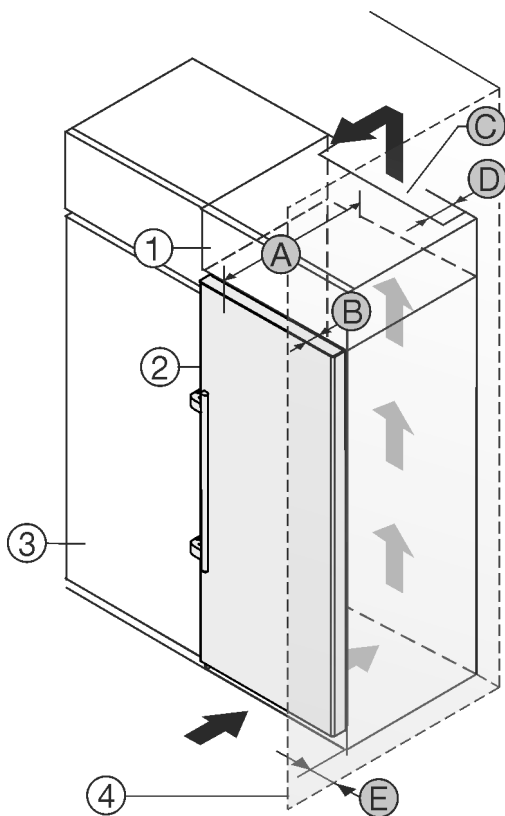

Fig. 2
- (1) Overskab *
- (2) Apparat *
- (3) Køkkenskab *
- (4) Væg *
- (A) Apparatdybde *
- (B) Dørens dybde *
- (C) Ventilationstværsnit *
- (D) Afstand, apparatets bagside *
- (E) Afstand til apparatets side *
Du kan opstille apparatet direkte ved siden af køkkenskabet Fig. 2 (3).*
På bagsiden af overskabet skal der være en ventilationskanal med dybden Fig. 2 (D) over hele overskabets bredde.*
Ventilationstværsnittet Fig. 2 (C) under rummets loft skal overholdes.*
Hvis apparatet opstilles med hængslerne ved siden af en væg Fig. 2 (4), skal afstanden mellem apparatet og væggen være mindst 57 mm. Dette svarer til det, som grebet rager frem, når døren er åben.*
For at døren kan åbnes helt, skal apparatet rage frem med dørens dybde Fig. 2 (B) i forhold til køkkenskabets forside. Apparatet kan rage mere ud afhængigt af køkkenskabets Fig. 2 (3) dybde og anvendelsen af vægafstandsholdere.*